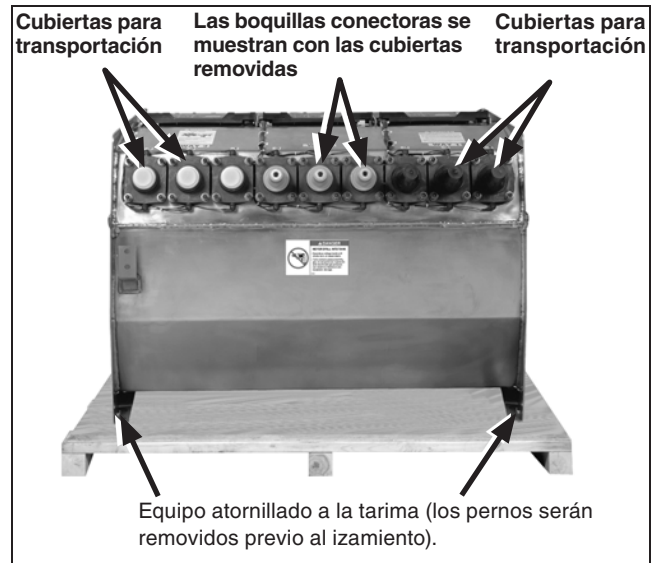

Figura 14. Desatornille el tanque de la tarima e instálelo en la zapata.
PASO 5. Remueva cualquier empaque o espuma de empacar que se encuentre alrededor de la ventana de visualización y verifique la calibración de la presión del gas para asegurarse que está en la zona verde. Póngase en contacto con S&C Electric Company si la calibración de la presión del gas no se encuentra en la sección verde. Vea la sección “Calibración de la Presión del Gas” en la página 18 para más información. Desatornille el tanque de la tarima y levántelo por encima de la zapata del montaje, observando las precauciones marcadas en la sección “Manipulación” en la página 8. Verifique que el tanque quede en la posición adecuada para las conexiones de los cables y la colocación de los pernos de anclaje. Ver Figura 14 en la página 14.